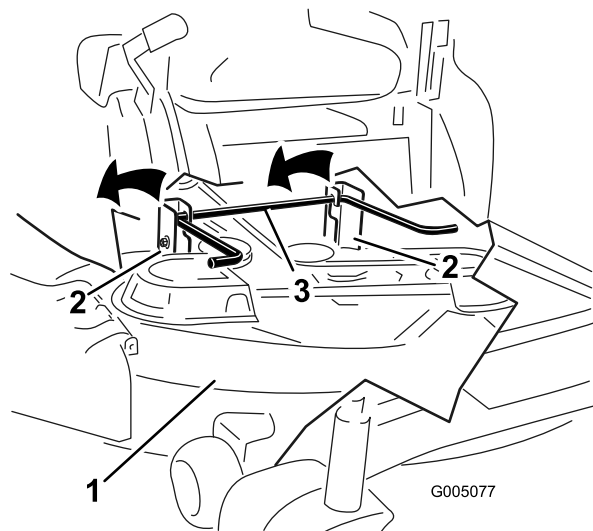

Figura 45
5. Eleve el cortacésped y desenganche la varilla de elevación trasera de los soportes, y baje el cortacésped con cuidado al suelo (Figura 45).
5. Eleve la parte trasera de la plataforma del cortacésped y coloque los soportes sobre la varilla de elevación trasera (Figura 45).